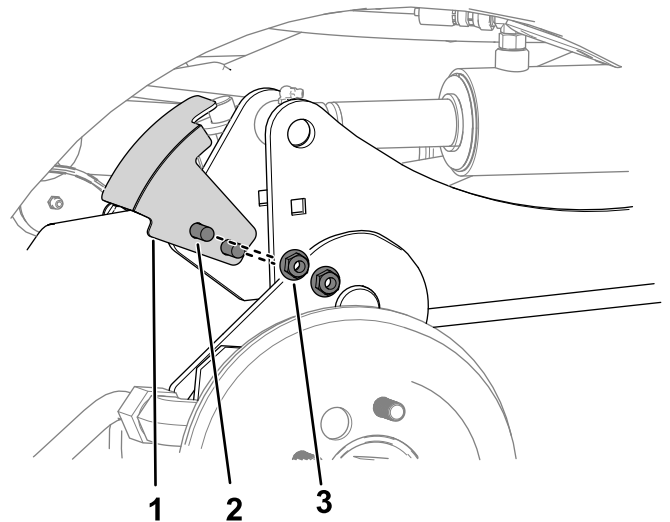

**図 7**
4. 大きいピンをフレームに取り付けるボルト $\frac{3}{8}$ " x  $2\frac{3}{4}$ "2本とナット $\frac{3}{8}$ "2個を使用する **図 7**。